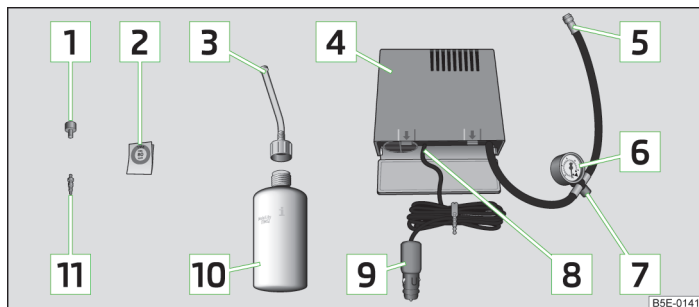

Fig. 194 Composants du kit de dépannage
- Collez l'autocollant  » fig. 194 à la page 231 sur le tableau de bord dans le champ de vision du conducteur.
- Secouez énergiquement le flacon de produit de colmatage des pneus **10** » fig. 194 à la page 231 pendant quelques secondes.
- Vissez fermement le flexible de gonflage des pneus **5** » fig. 194 à la page 231 du gonfleur sur la valve du pneu.